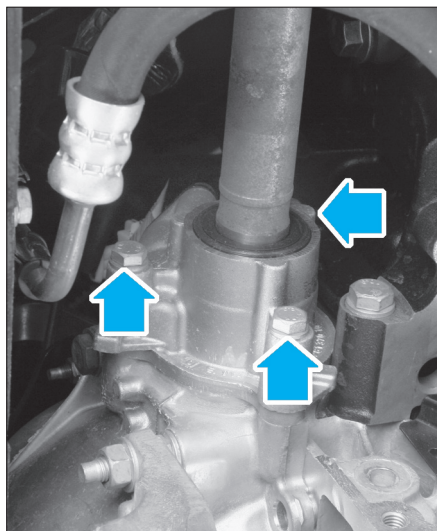

FIG. 7
- Déposer les 3 vis de fixation de boîtier tachymétrique puis le déposer (Fig.7).